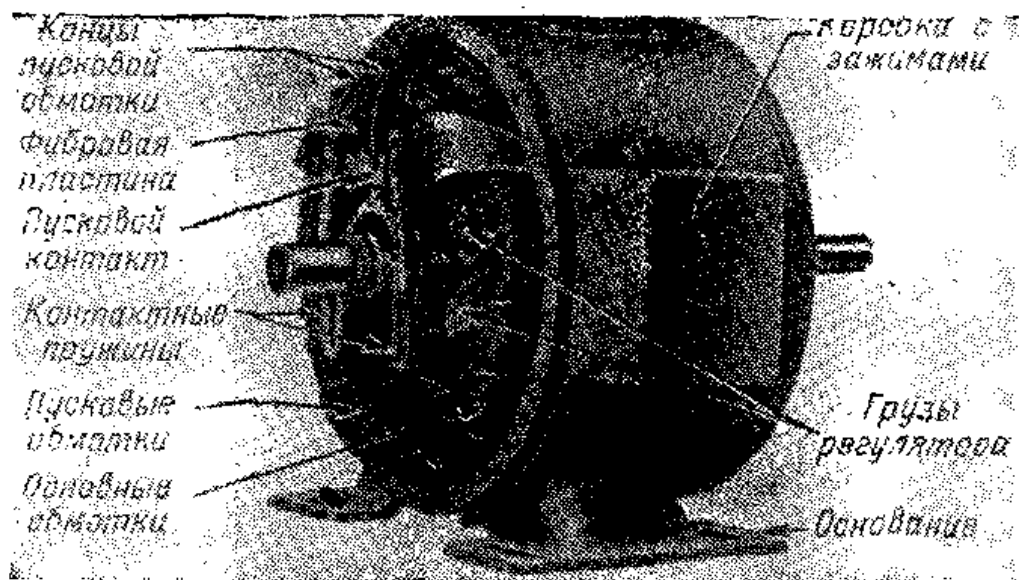

Рис. V.110. Электродвигатель переменного тока со снятой крышкой.
**Запуск асинхронного двигателя.** Для того чтобы ротор начал вращаться, в некоторых типах электродвигателей применяют пусковое устройство. Наиболее распространен запуск асинхронного двигателя при помощи двух статорных обмоток. Одна обмотка называется рабочей, а другая — пусковой (рис. V.110). Пусковая обмотка позволяет запустить двигатель, т. е. привести во вращение его ротор. Когда скорость вращения двигателя достигает заданной величины, пусковая обмотка отключается. Когда пусковая обмотка отсоединена, вращение двигателя поддерживается рабочей обмоткой. Автоматический выключатель, встроенный в двигатель, действует таким образом, что, когда скорость вращения ротора возрастает до заданной величины, выключатель разрывает цепь пусковой обмотки. Когда двигатель останавливается, контакты выключателя автоматически замыкаются и пусковая обмотка оказывается снова подключенной к сети.